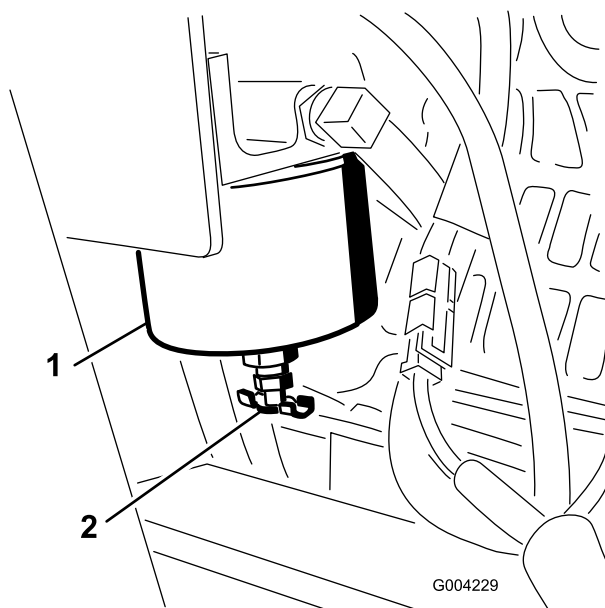

Figura 37
Drene el agua y otros contaminantes del filtro de combustible/separador (Figura 37) de agua a diario.
1. Localice el filtro de combustible en el lado derecho del motor (Figura 37) , y coloque debajo un recipiente limpio.
1. Limpie la zona de montaje del cartucho del filtro (Figura 37).
2. Retire el cartucho del filtro y limpie la superficie de montaje (Figura 37).
4. Instale el cartucho del filtro a mano hasta que la junta entre en contacto con la superficie de montaje, luego gírelo media vuelta más (Figura 37).